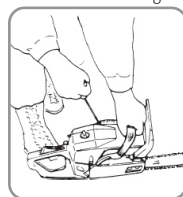

Fig. 10
- 4. Manteniendo la unidad de la motosierra bien fijada al suelo, tire enérgicamente de la cuerda del arrancador (Fig. 10).